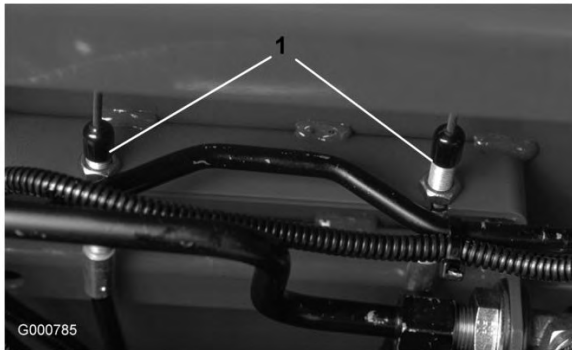

図 76
2. ブレーキの踏みしろの遊びを減らすには、まず、ブレーキ・ケーブル（図 76）の端にある前ナットをゆるめる。次に、後ろナットを締めてケーブルを後ろへ引く。行きしろが 13 mm～25 mm になるように調整する。調整ができれば前ナットを締める。